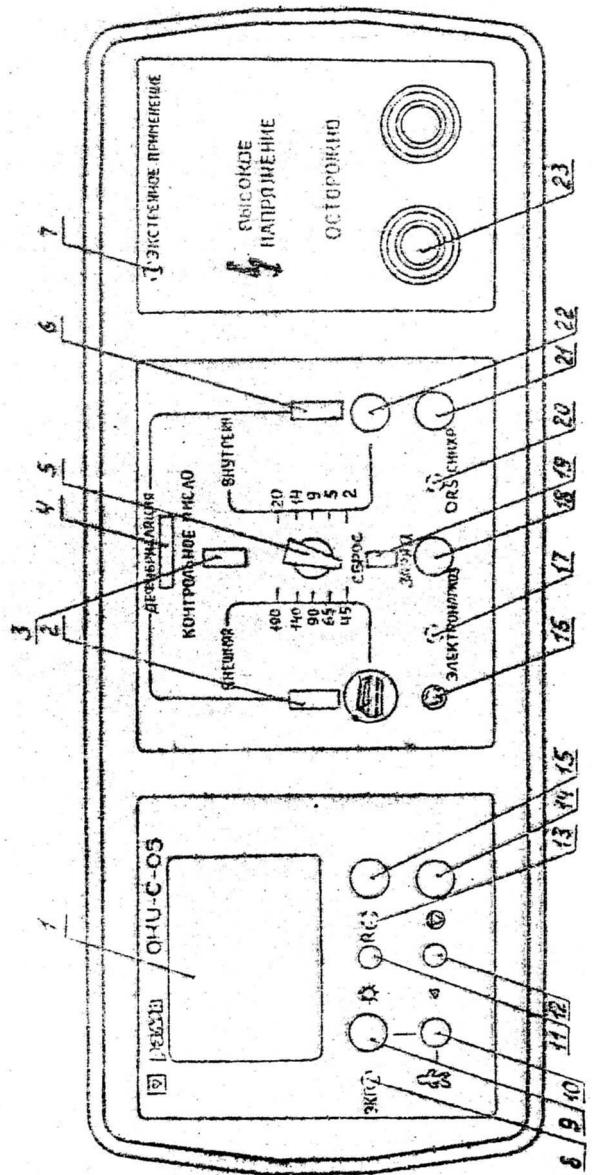

Рис. I3
5.4.2.1. На передней панели аппарата находится /рис.I3/ :